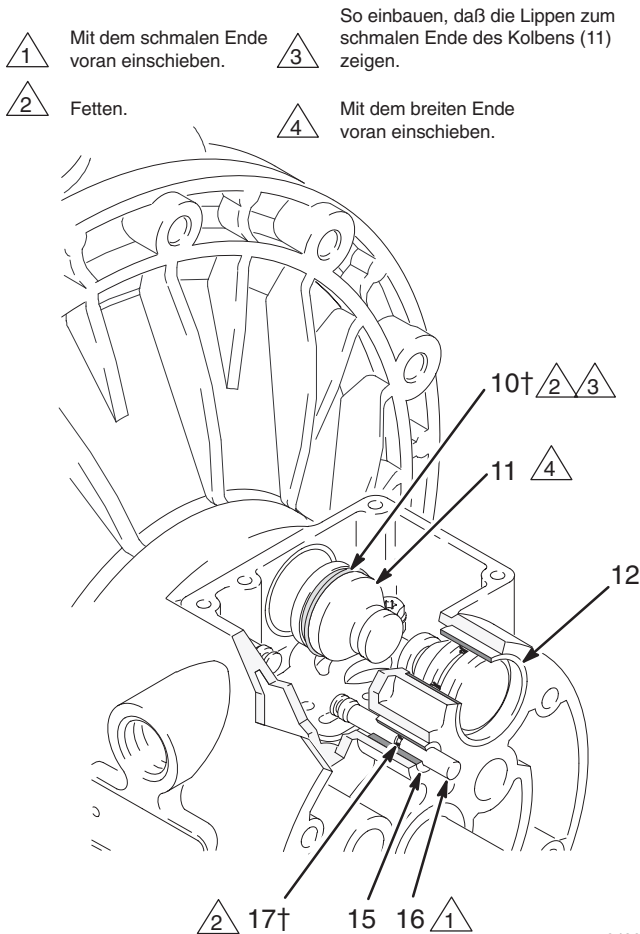

Abb. 9
4. Die beiden Stellmotorkolben (11) aus den Lagern (12) ziehen. Die Packungen (10) von den Kolben abziehen. Die Führungsstifte (16) aus den Lagern (15) ziehen. Die O-Ringe (17) von den Führungsstiften abziehen. Siehe Abb. 9.
6. Die Lager (12, 15) im eingebauten Zustand überprüfen. Siehe Abb. 9. Die Lager sind konisch; wenn sie schadhaft sind, müssen sie von außen ausgebaut werden. Dies erfordert den Ausbau der materialbenetzten Teile. Siehe Seite 22.
4. An jedem Führungsstift (16) einen O-Ring (17†) einbauen. Die Stifte und O-Ringe fetten. Die Stifte mit dem **schmalen** Ende voran in die Lager (15) einschieben. Siehe Abb. 9.
5. An jedem Stellmotorkolben (11) eine Packing (10†) einbauen, so daß die Lippen der Packungen zum **schmalen** Ende der Kolben weisen. Siehe Abb. 9.
6. Die Packungen (10†) und Stellmotorkolben (11) fetten. Die Stellmotorkolben mit dem **dicken** Ende voran in die Lager (12) einschieben. Das schmale Ende des Kolbens frei lassen. Siehe Abb. 9.